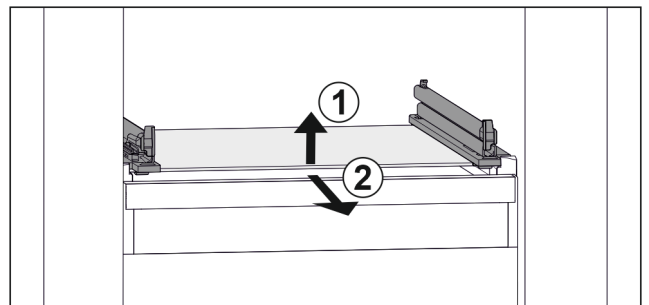

Fig. 45 Representación de la placa de vidrio a modo de ejemplo
- ▶ Levante la placa de vidrio por delante. Fig. 45 (1)
- ▶ Retire la placa de vidrio hacia delante. Fig. 45 (2)